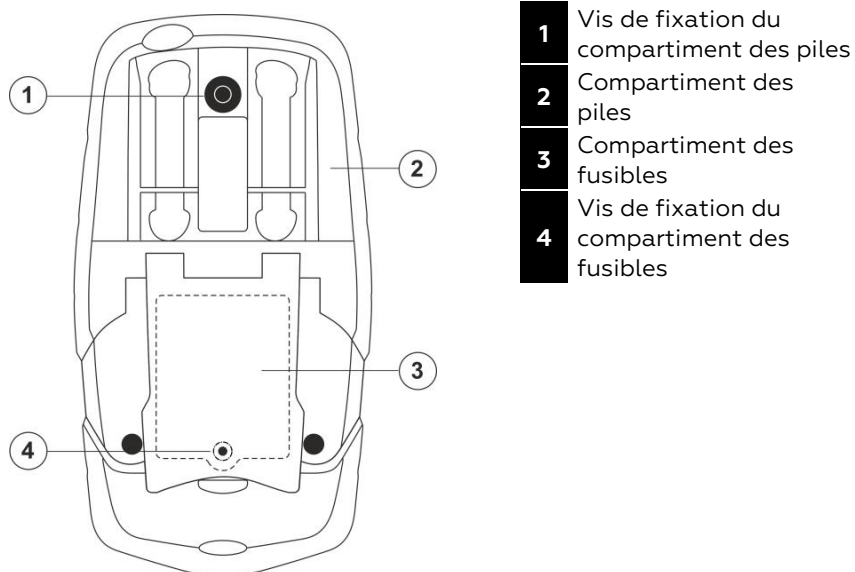

Fig. 10: Remplacement de la pile et des fusibles internes
3. Dévisser la vis de fixation du compartiment des piles (voir Fig. 10 – partie 1) sur la partie arrière supérieure de l'instrument et l'enlever
2. Dévisser la vis de fixation du compartiment des fusibles en-dessous du pupitre de l'instrument (voir Fig. 10 – partie 4) et l'enlever